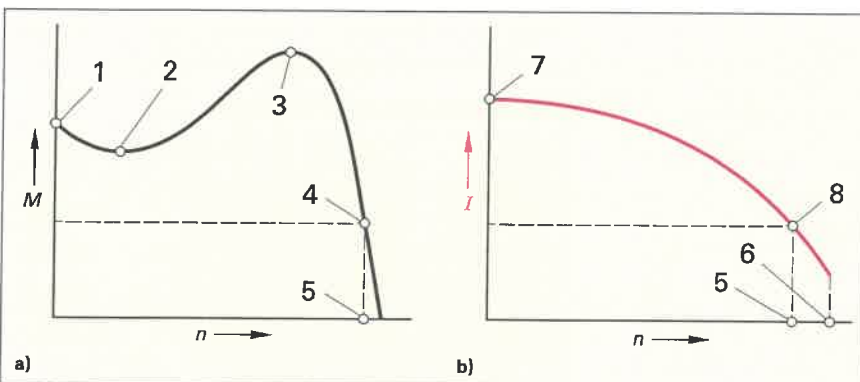

Bild 2: a) Drehmoment-Drehzahl-Kennlinie und b) Strom-Drehzahl-Kennlinie eines Drehstrom-Asynchronmotors
5. Benennen Sie nach Bild 2 a und 2 b die wichtigen Kennwerte 1 bis 8 für des Betriebsverhalten eines Drehstrom-Asynchronmotors.